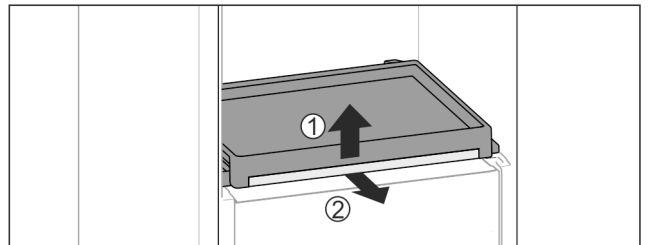

Fig. 42
- ▶ Витягніть витяжну панель зі скляною полицю: Підніміть трохи скляну полицю спереду Fig. 42 (1) та витягніть вперед Fig. 42 (2).